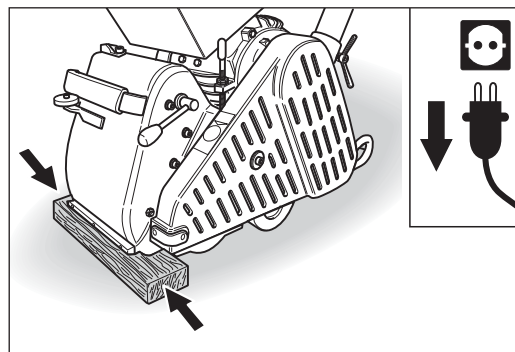

Abb. 25 Die Maschine gegen das Wegrollen sichern!
- Achten Sie darauf, dass die Maschine nicht wegrollen kann! Das Wegrollen kann z. B. mit einem Keil an den Rädern oder durch unterlegen des Maschinengehäuses mit einem Holzstück verhindert werden (Abb. 25).